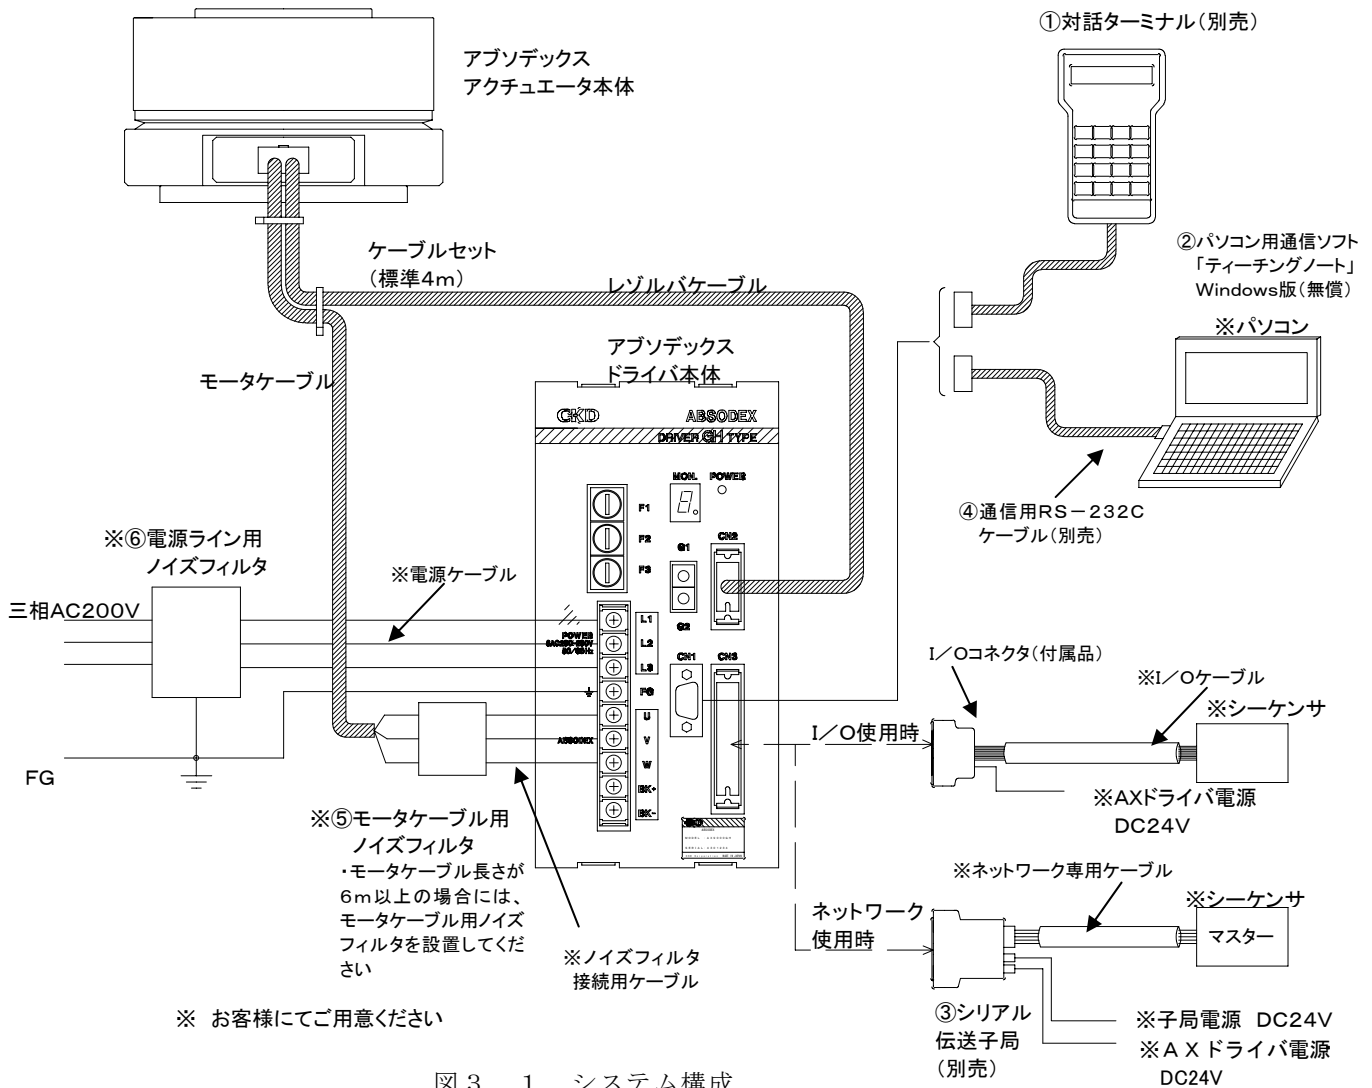

図 3. 1 システム構成
- ケーブル長さが6m以上の場合には、モータケーブルのUVW線にモータケーブル用ノイズフィルタを挿入してください。ノイズフィルタのIN側をドライバ側にし、なるべくドライバの近くに設置してください。(図3. 1参照)